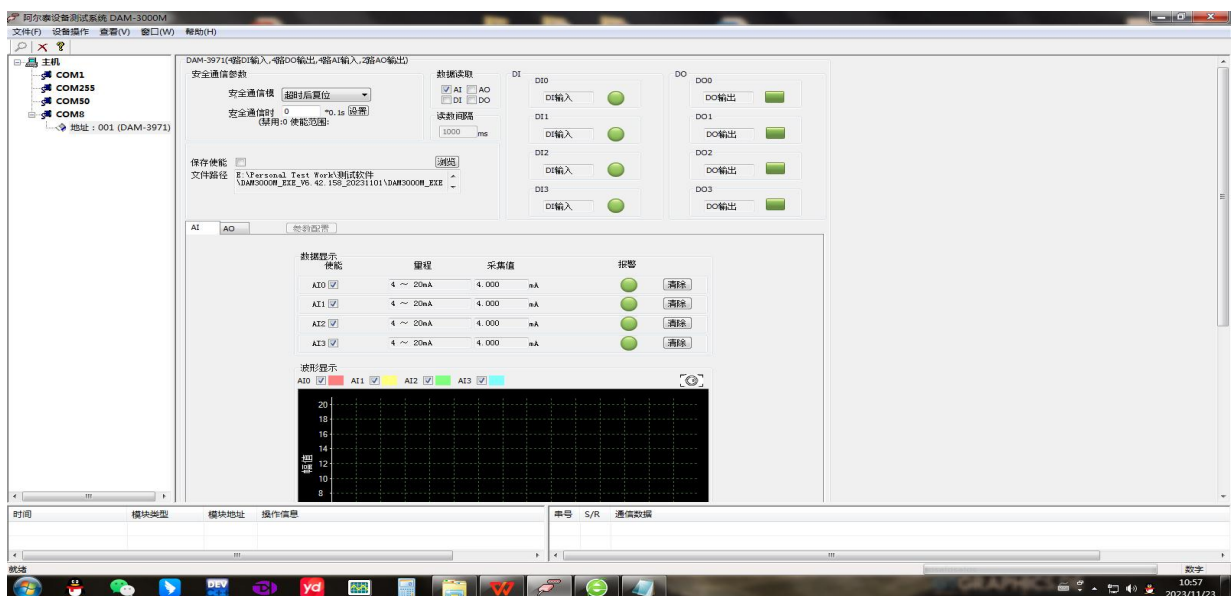

图 20
10) 模拟量、开关量输入读取；如图 20 中，勾选上“AI”后可以在下方的 AI 选项卡中读取每通道的采集信息；软件带有图形显示功能，图形查看每个通道的采集状态。勾选上“DI”后可以在右侧的 DI 选项卡中读取每通道数字输入状态。